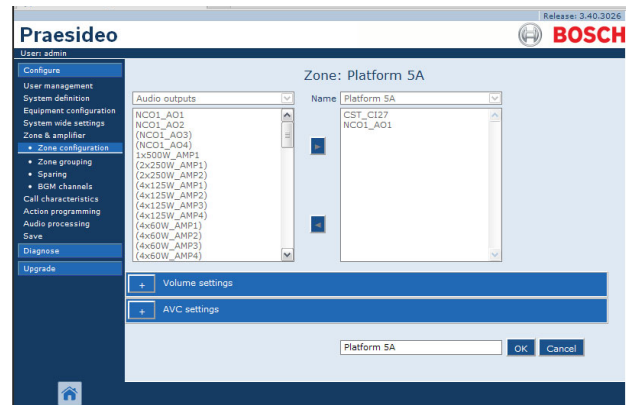

Abbildung 45.8: Zone umbenennen, Schritt 3
- 3 Klicken Sie auf die Schaltfläche *Rename*, um diese Zone umzubenennen. Es wird ein ähnlicher Bildschirm wie der in Abbildung 45.8 angezeigt.